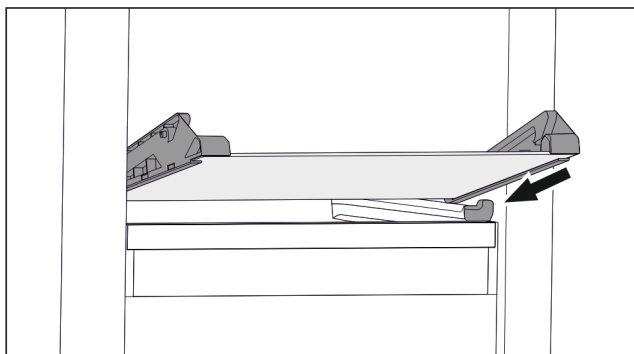

Fig. 71 Placa de vidrio del cajón inclinable
- ▶ Coloque la placa de vidrio inclinada detrás de los topes. (consulte Fig. 71)